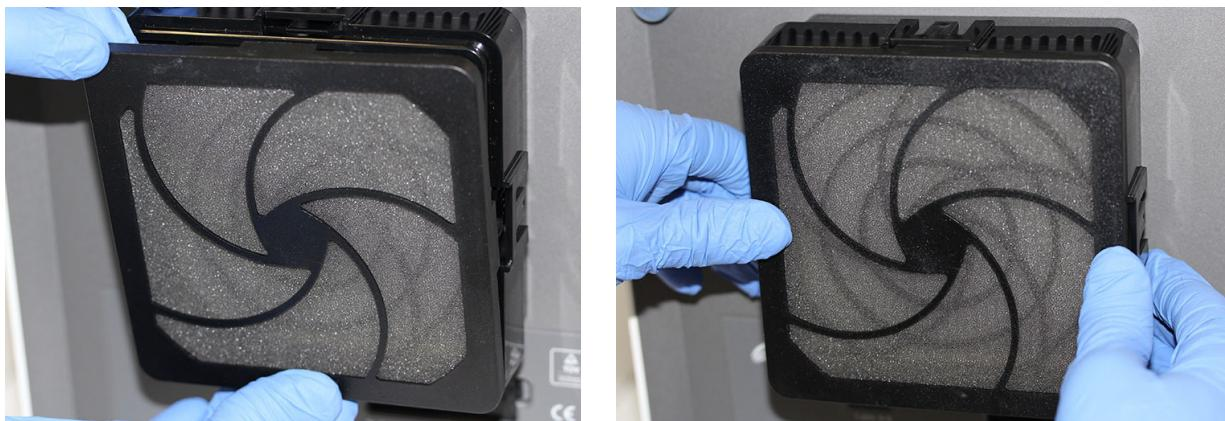

Figure 9-31. Remise en place du préfiltre et du dispositif de maintien du préfiltre
4. Placez le dispositif de maintien du préfiltre et le préfiltre assemblés ensemble sur le dessus du dispositif de maintien du filtre HE en plaçant vos doigts sur les côtés, le dessus et le dessous pour bien ajuster. Voir Figure 9-31.